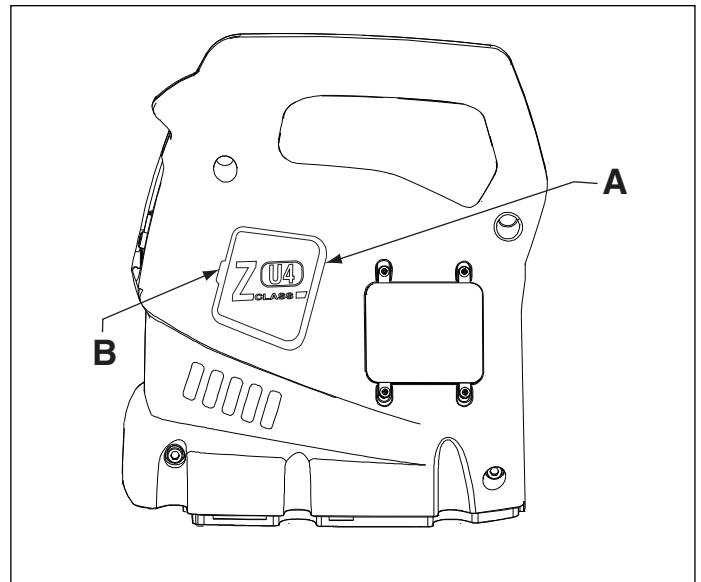

Figure 12, Schaltplan – ZU4-Pumpe
2. Entfernen Sie beide Bürstenkappen (A), indem Sie die Bürstenkappenverriegelung biegen (B) und vorsichtig nach außen bewegen (siehe Abb. 12).